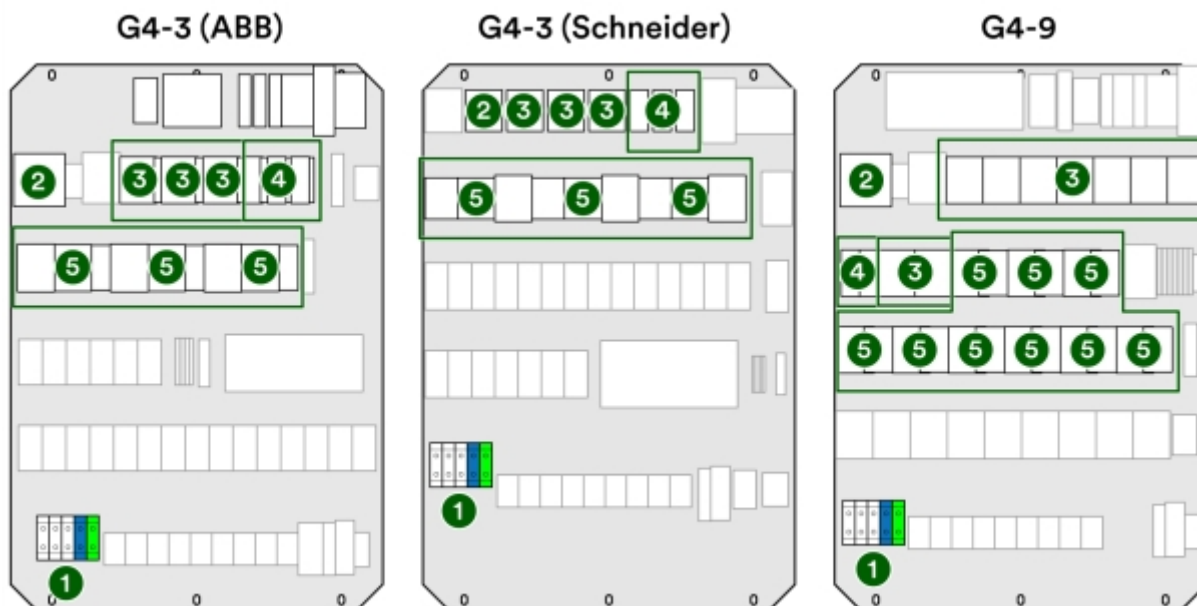

Bild 38: Komponenter i laddcentraler
- 1 Kontrollera inkommande spänning på plint samt kontrollera skyddsjord (1 i Bild 38).
- 2 Slå till huvudbrytare (2 i Bild 38).
- 3 Slå till de tre säkringsgrupperna för laddare A till C för G4-3, nio säkringsgrupper för laddare A till I för G4-9 (3 i Bild 38)
- 4 Slå till personskyddsbrytarna (4 i Bild 38).
- 5 Slå till JFB 1-3 för laddare A-C för G4-3, JFB 1-9 för laddare A-I för G4-9 (5 i Bild 38).